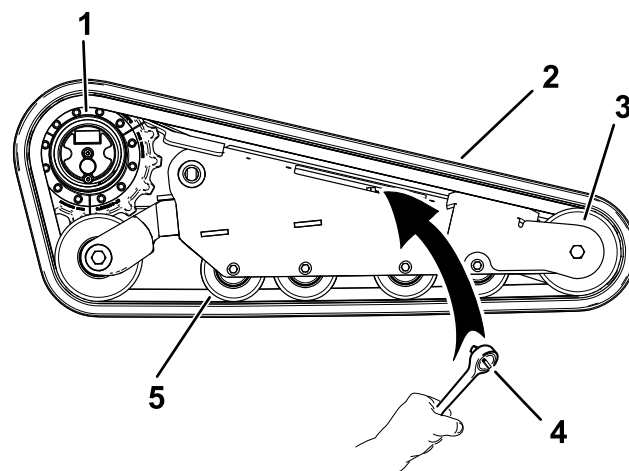

Figure 69
7. À l'aide d'une clé à cliquet de ½ pouce, tournez la vis de tension dans le sens horaire pour détendre la transmission (Figure 67 et Figure 69).
1. Enroulez la chenille neuve sur la roue avant (Figure 69).
2. Poussez la chenille sous et entre les galets de roulement, puis enroulez-la autour de la roue de tension (Figure 69).